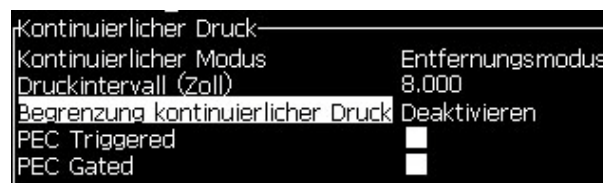

Abbildung 4-26: Dialogfeld „Kontinuierliches Drucken“
- 1 Wählen Sie im Menü *Drucken Kontinuierlicher Druck*. Das Dialogfeld *Kontinuierlicher Druck* wird angezeigt (siehe Abbildung 4-26).